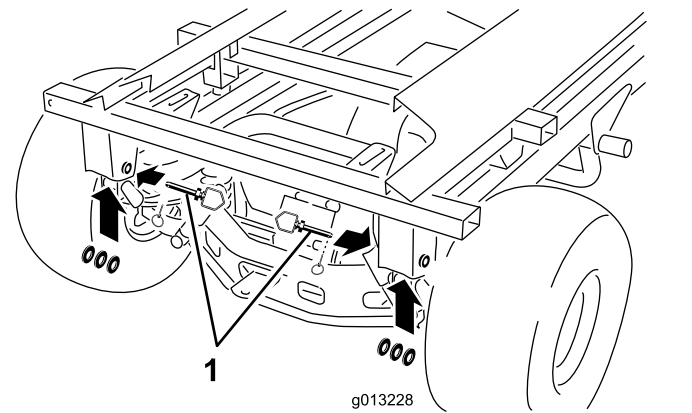

Figura 53
10. Îndepărtați cunile de osie, tifturile de cuplare i aibele spate (Figura 53).